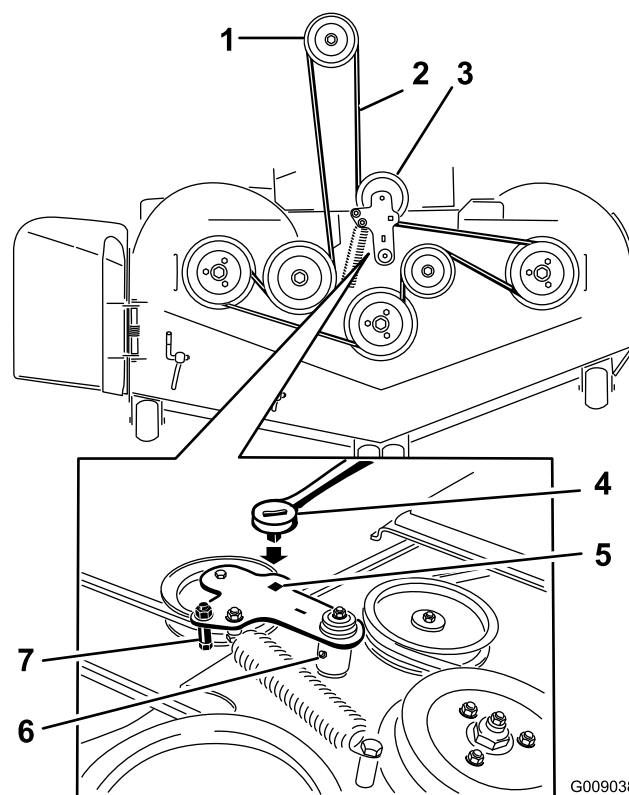

Figura 89
5. Utilice una llave de carraca en el taladro cuadrado del brazo tensor para aliviar la tensión del muelle tensor (**Figura 89**).
7. Instale la guía de la correa en el brazo tensor tensado con muelle (**Figura 89**).
9. Pase la correa nueva alrededor de las poleas del cortacésped y de la polea del embrague, debajo del motor (**Figura 89**).
10. Instale la guía de la correa en el brazo tensor (**Figura 89**).
11. Utilizando la llave de carraca en el taladro cuadrado, instale el muelle tensor (**Figura 89**).